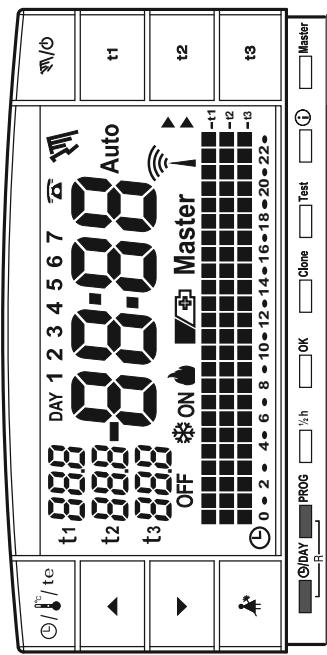

fig. 27
- Se si desidera annullare i dati inseriti mantenere premuti (circa 2 sec.) i tasti **⑤/DAY e PROG**. Sul display appariranno tutti i segmenti accesi (autotest generale fig. 27/28).